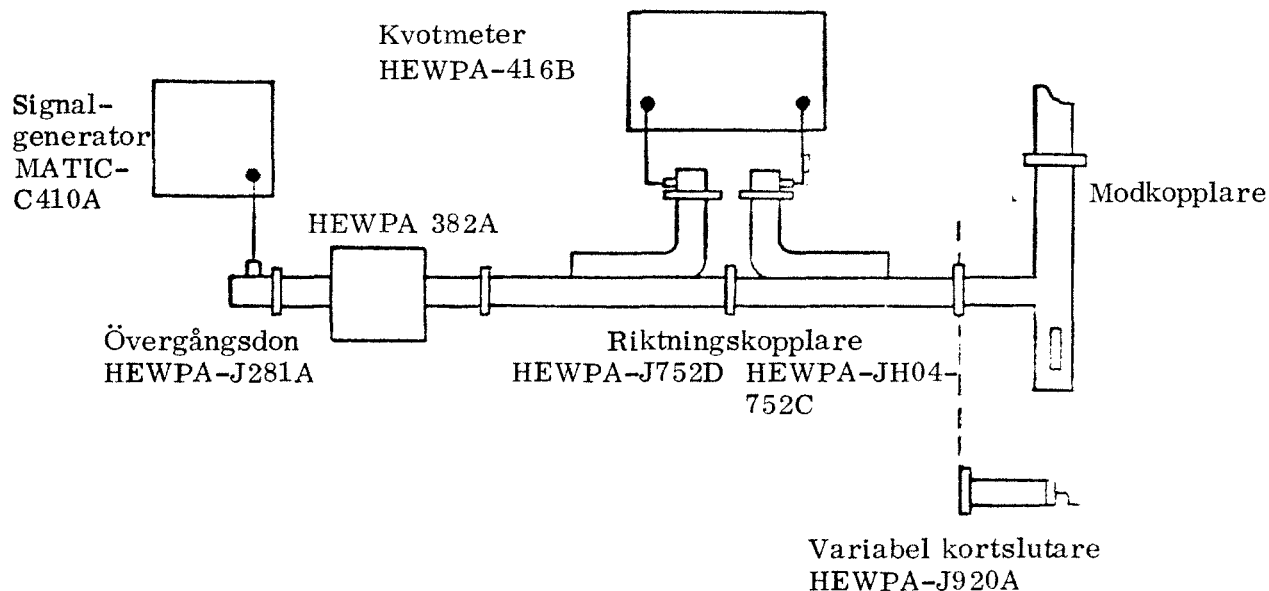

Bild 6. Uppkoppling
4.2.2.1 Anslut enligt bild 6 mätutrustningen till modkopplaren och en fast kortslutning vid anpassningsbiten till matarhornet.
4.3.7 Uppkoppling av mätutrustningen görs enligt bild 6. Kalibrering görs enligt avsnitt 4.2.2.2.